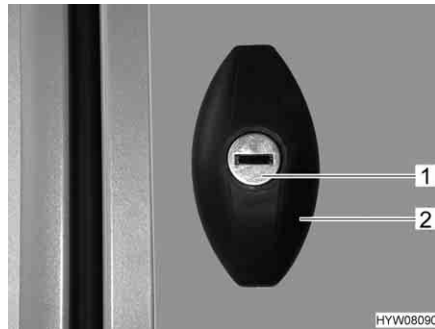

Fig. 28 Serratura dello sportello, ellittico, chiuso
- Inserire la chiave nel cilindro della serratura (Fig. 28,1) e ruotare in senso antiorario di un mezzo giro. La maniglia della serratura (Fig. 28,2) scatta all'infuori.